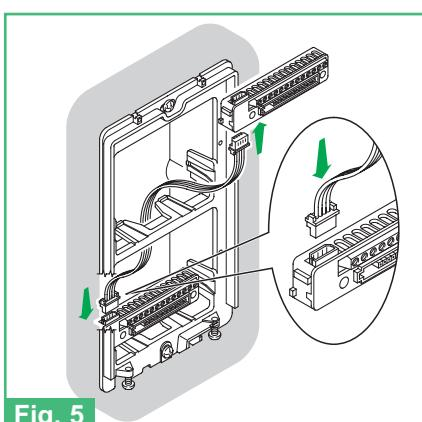

Fig. 5
- Fig. 5** Collegamento cavo a 4 poli
- Fig. 5** Connection of 4-pole cable r
- Fig. 5** Connexion cadre à 4 pôles
- Fig. 5** Aansluiting 4-polige kabel